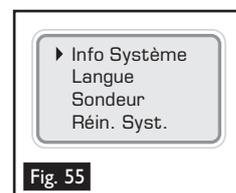
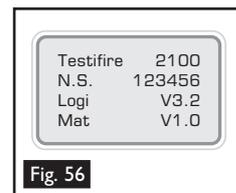

Fig. 55
Fig. 56
- Pour afficher les 'Info. Système', allumez l'appareil à l'aide de la touche 'Marche/Arrêt' . Appuyez sur la touche 'Menu' pour afficher le menu et utilisez les touches flèche 'vers le haut' et flèche 'vers le bas'  pour naviguer jusqu'à 'Info. Système' (Fig. 55). Appuyez sur la touche 'Entrer'  pour sélectionner 'Réinitialisation appeler le menu Informations Système Fig. 56). Appuyer sur la touche 'Echappement'  pour appeler le Menu Principal.